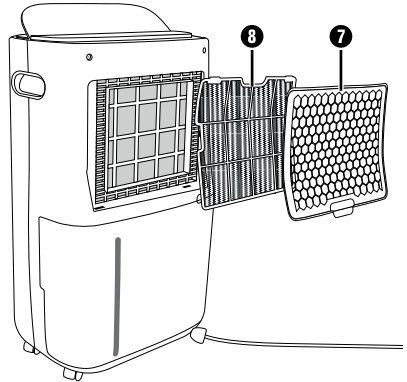

Fig. 6
- ◆ Le montage a lieu dans l'ordre inverse (voir fig. 6). Glissez tout d'abord le filtre à air **8** sous les deux ergots de retenue supérieurs de la grille d'admission d'air **7**, puis sous les ergots de retenue inférieurs.